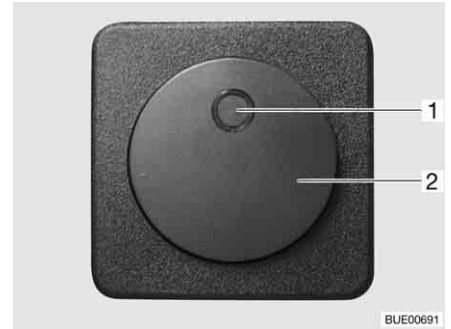

Bild 153 Schalter für elektrische Fußbodenheizung
- Den Wippschalter (Bild 153,2) drücken. Die Kontroll-Leuchte im Schalter (Bild 153,1) leuchtet.
- Den Wippschalter (Bild 153,2) drücken. Die Kontroll-Leuchte (Bild 153,1) im Schalter erlischt.